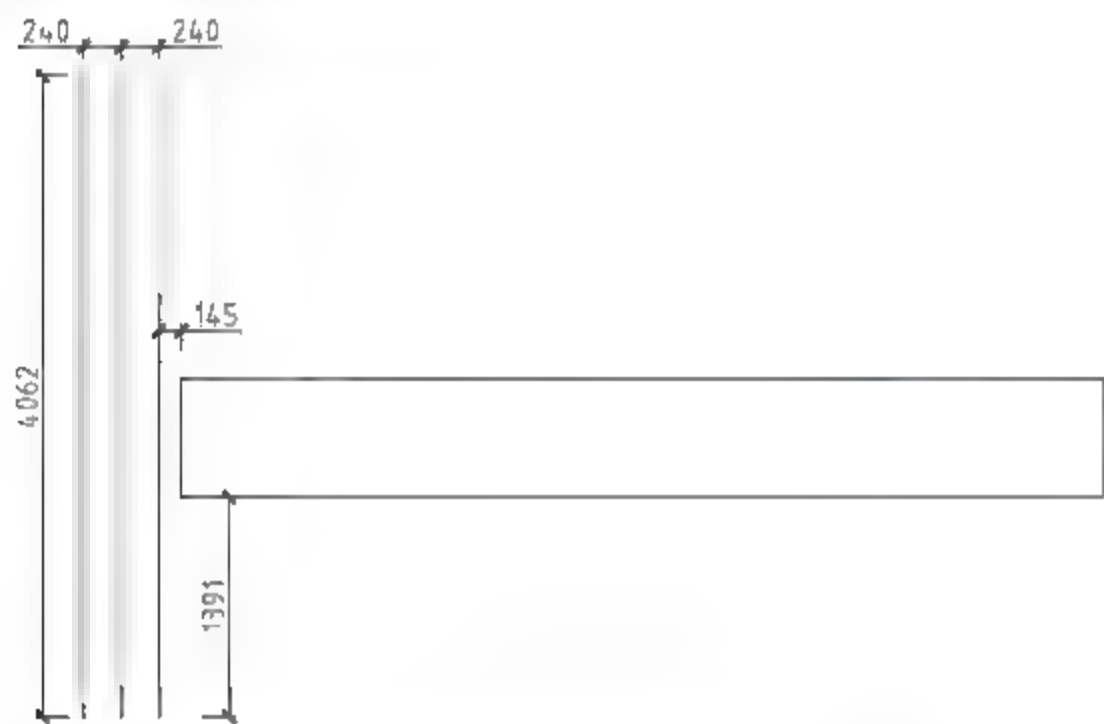

图10-6 绘制垂直线路
- 02** 调用L【直线】命令、O【偏移】命令，在矩形左侧绘制如图10-6所示的垂直直线。